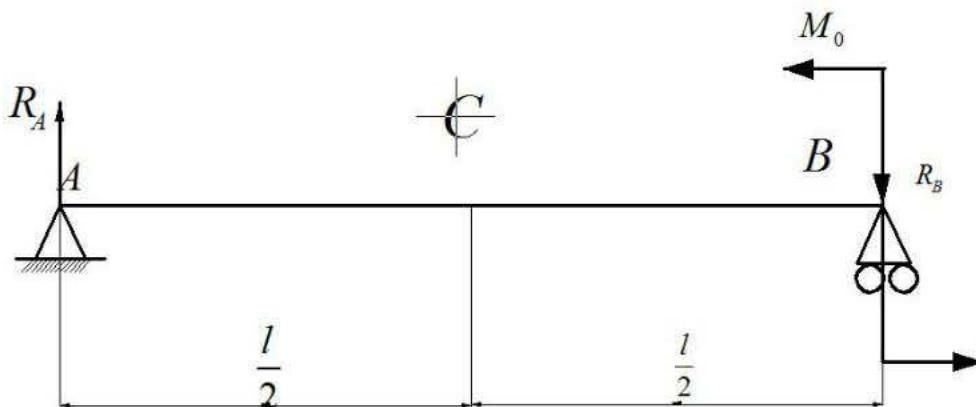

图 8.5
8.5 用积分法求题图 8.5 中各梁的转角方程、挠曲线方程以及指定的转角和挠度。已知抗弯刚度 EI 为常数。